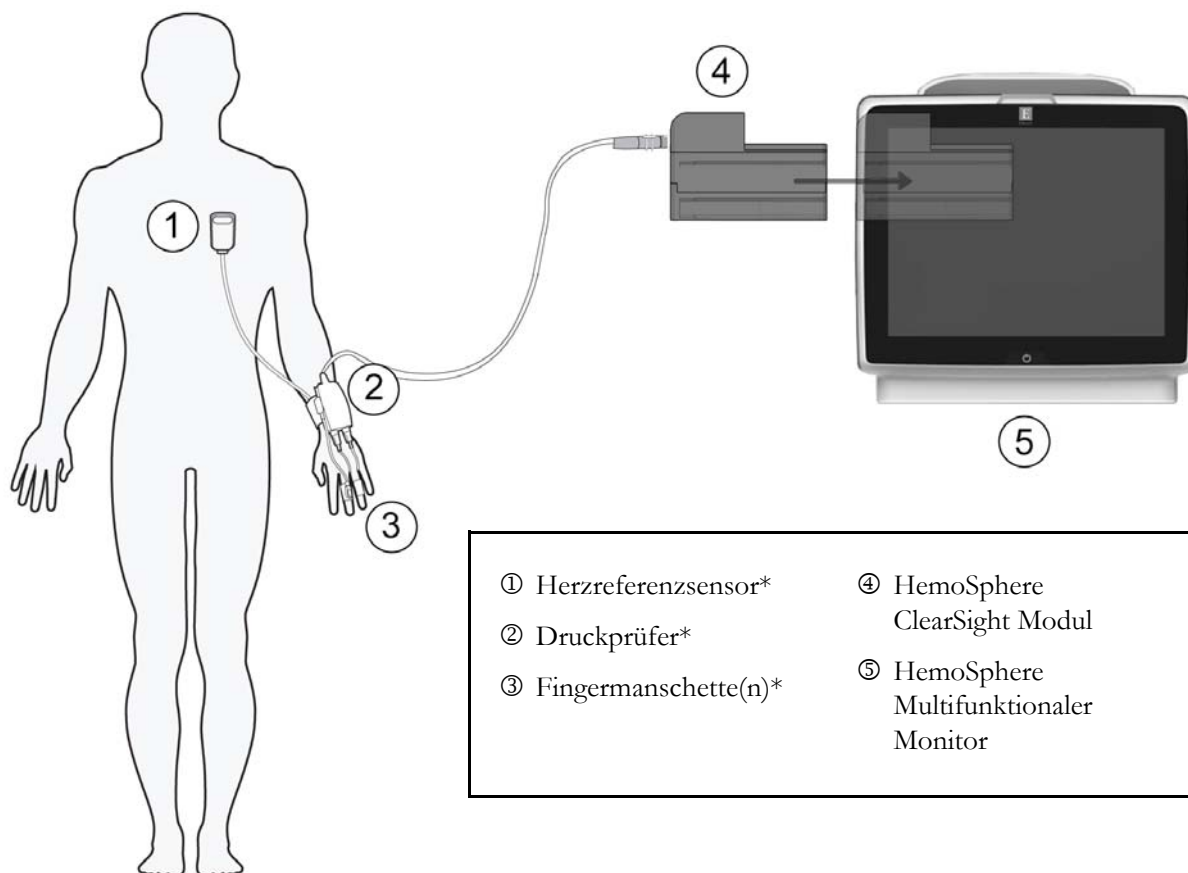

Abbildung 11-1 Übersicht der Anschlüsse des nichtinvasiven HemoSphere Systems
Das nichtinvasive HemoSphere System besteht aus dem HemoSphere Multifunktionalen Monitor mit ClearSight Modul und angeschlossenem Druckprüfer, dem Herzreferenzsensor und der/den kompatiblen Edwards Fingermanschette(n). Siehe Systemverbindungen in Abbildung 11-1 auf Seite 189. Die genaue Messung des Blutdrucks und der wichtigsten hämodynamischen Parameter des Patienten basieren auf der Volume-Clamp-Methode, der Physiocal Methode und dem ClearSight Algorithmus.
Das HemoSphere ClearSight Modul ist mit allen zugelassenen Edwards Fingermanschetten kompatibel. Einen Überblick über die Anschlüsse des nichtinvasiven HemoSphere Systems finden Sie in Abbildung 11-1.
HINWEIS Die mit * in Abbildung 11-1 gekennzeichneten Komponenten sind ANWENDUNGSTEILE gemäß der Definition in IEC 60601-1, die bei normalem Gebrauch notwendigerweise in physischen Kontakt mit dem Patienten kommen, damit das nichtinvasive HemoSphere System seine Funktion ausüben kann.
- 3** Schließen Sie das Kabel des Druckprüfers an das HemoSphere ClearSight Modul an. (Abbildung 11-1)